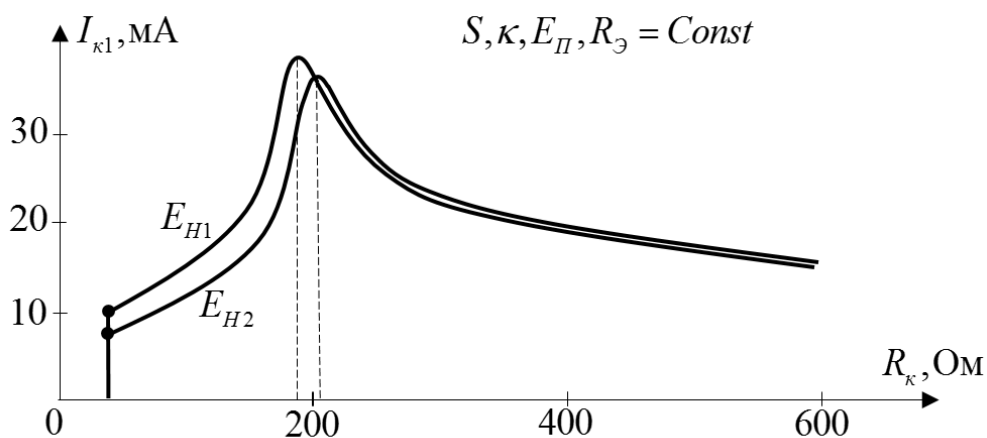

Рис.1.24. Иллюстрация к задаче 1.60
**1.60.** Какая нагрузочная характеристика  $I_{\kappa 1}(R_{\kappa})$  на рис.1.24 соответствует большему значению  $E_H$ , если  $S, R_{\text{э}}, E_H, k = \text{const}$ ? Определить  $R_{\kappa \text{ кр}}, U_{\kappa \text{ кр}}$  для обоих значений  $E_H$ . Изобразить характер зависимостей  $U_{\kappa}, P_I(R_{\kappa})$  для двух  $E_H$ .